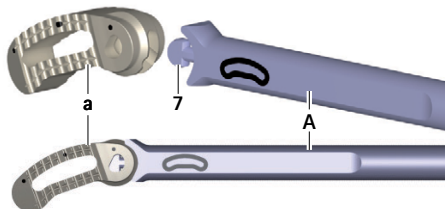

Рис. 7 Подсоединение рабочего имплантата к установочному инструменту
- ▶ Вставить рабочий имплантат **a** в защитной упаковке в двугранный угол **7** установочного инструмента **A**, см. Рис. 7. При этом следить за ориентацией рабочего имплантата (ориентация определяется по надписи на установочном инструменте).
- ▶ Подсоединить установочный инструмент А in situ к рабочему имплантату а, см. Рис. 7.